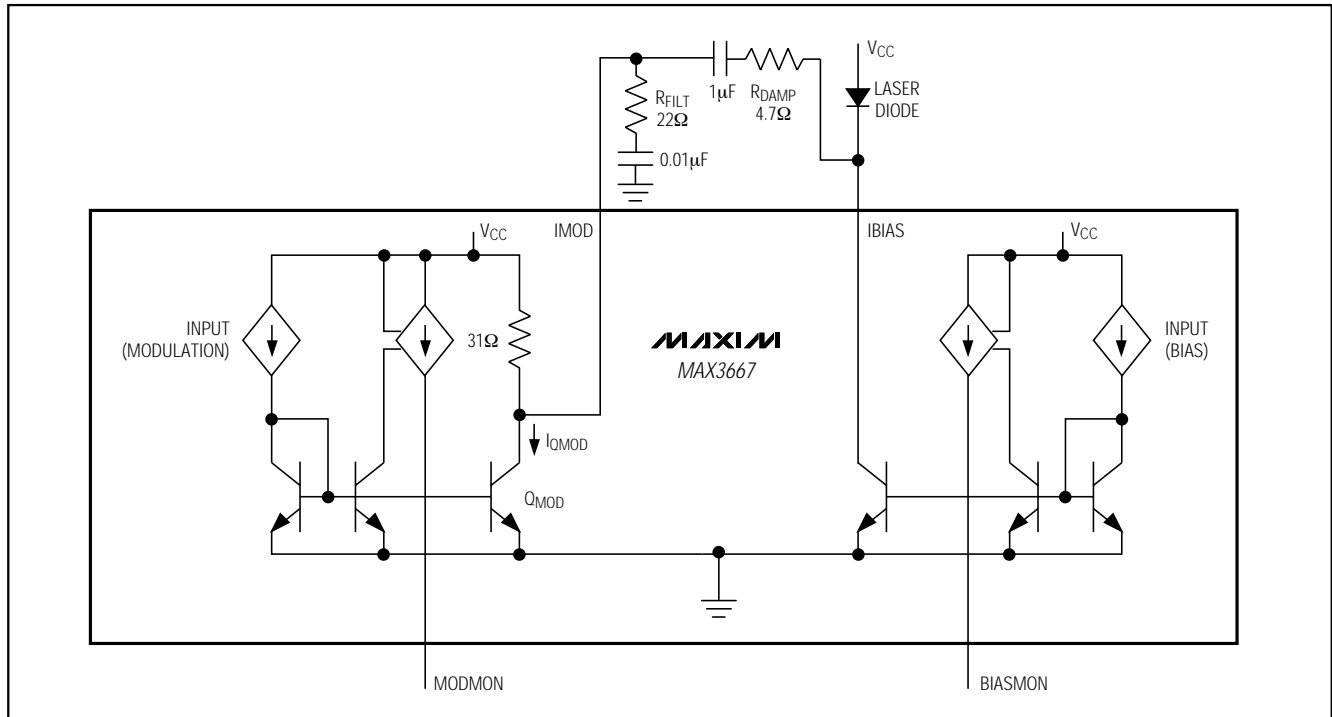

図1. 変調ドライバの簡易ブロック図
**Note 10:** IQMOD is the current flowing into the collector of QMOD (Figure 1).
レーザダイオード及び光トランスミッタの低電圧動作では、レーザドライバに対して厳しいヘッドルーム条件が存在します。変調電流が急激に変化すると、大きな誘導性電圧スパイクが発生し、デバイスの飽和問題が発生します。従って+3.3V動作では、MAX3667の変調電流を、レーザダイオードのカソードにACカップリングするのが適切です。推奨DCブロッキングコンデンサ値は1 $\mu$ Fです。図1に、変調ドライバの簡易ブロック図を示します。
IMODはRMODSETの関数であるだけでなく、直列ダンブ抵抗(RDAMP)、シャント補償抵抗(RFILT)及びレーザダイオードの抵抗値にも依存します(図1)。